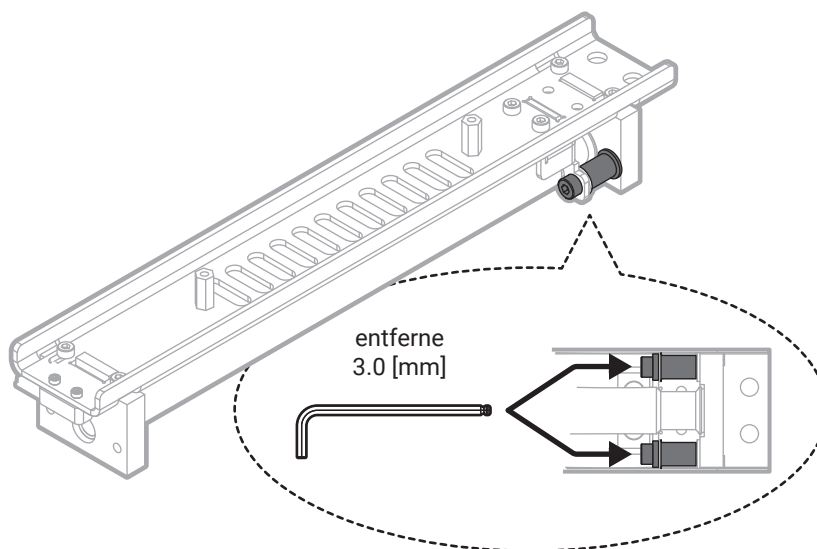

Abb. 8 Entfernen der zwei Rollenlaufräder.
18. Indem Du den 3.0 mm Inbusschlüssel verwendest, entferne beide Rollenlaufräder zum Antriebskordel (Abb. 8).